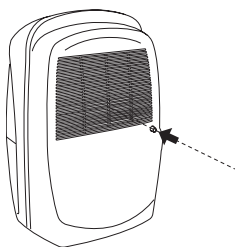

fig. 3
- 1) Bor et hul inde i afløbstuden, ved hjælp af en boremaskine med en tynd borespids (Fig. 3).